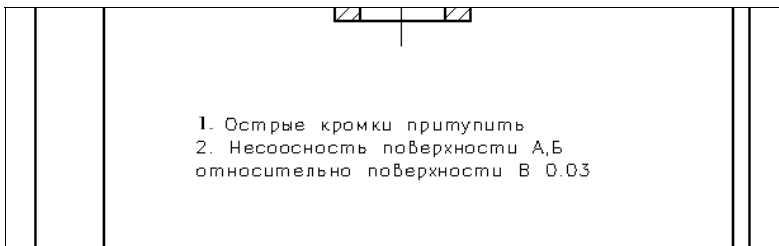

Рис. 11.13. Текст, нанесенный редактором многострочного текста
7. Щелкните мышью кнопку **ОК** на панели форматирования текста для выхода из редактора многострочного текста. На чертеже появится созданная многострочная надпись (рис. 11.13).